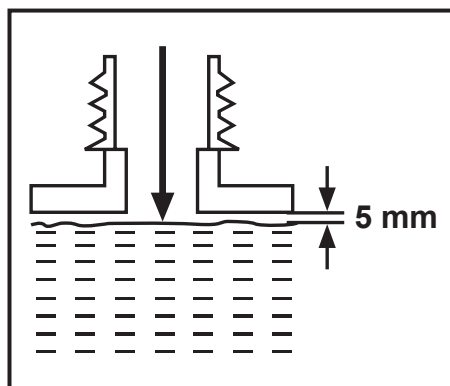

Fig. 7
4. Toarnă combustibil adecvat în rezervor (7). Lasă un spațiu de cel puțin 5 mm între nivelul combustibilului și marginea interioară a rezervorului pentru a permite dilatarea (Fig. 7).